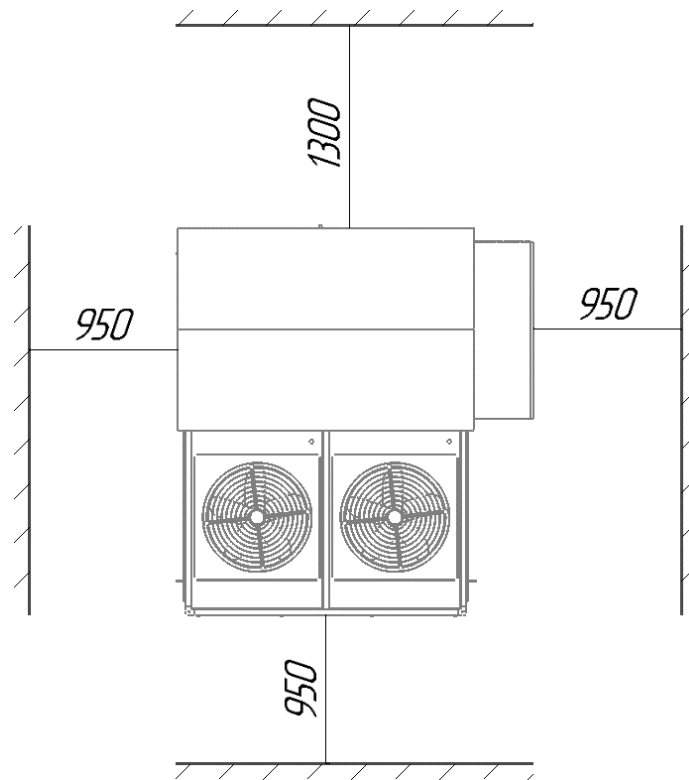

Рис. 5. Эксплуатационное пространство кондиционера.
В районах, где возможны снегопады, Руфтоп должен быть поднят над поверхностью площадки, где он установлен, на высоту достаточную для предотвращения заноса кондиционера снегом (должен быть обеспечен свободный проток воздуха, а также доступ к панелям Руфтопа) Следует проверить соблюдение требований по размерам свободных пространств для обслуживания Руфтопа (рис.5), и убедиться, что забор свежего воздуха не направлен навстречу преобладающему направлению ветра.
4. Должен быть обеспечен свободный доступ обслуживающего персонала для проведения профилактического или сервисного обслуживания. На рис.5 указаны минимальные расстояния от сторонних конструкций или ограждений;